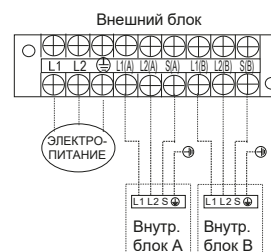

Рисунок 50 - Схема межблочных соединений сплит-системы с несколькими внутренними блоками
- Каждый внутренний блок сплит-системы должен подключаться к отдельной группе клемм внешнего блока. Например, соединительный кабель должен соединять клемму L1 внутреннего блока А с клеммой L1(A) внешнего блока. (см. рис. 50).